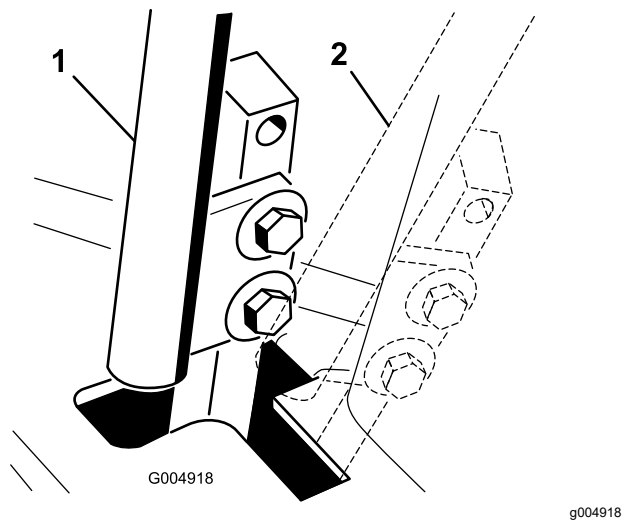

Bild 89
4. Schieben Sie den Schaltbügel in die NEUTRAL-Stellung, jedoch nicht in die **arretierte** Stellung (**Bild 89**).
6. Prüfen Sie, an welcher Stelle der Schaltbügel relativ zur Kerbe im Armaturenbrett ist (**Bild 89**).